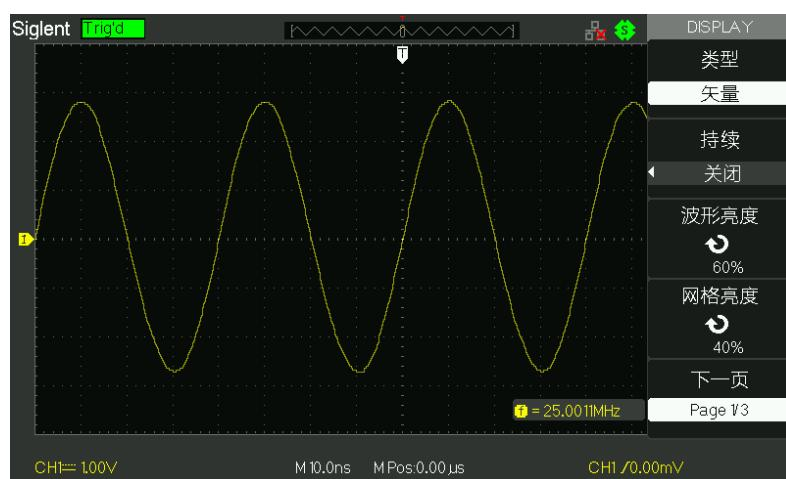

图 2-39 显示系统功能菜单 1
2. 按【持续】选项按钮，选择【关闭】、【1秒】、【2秒】、【5秒】或【无限】。利用此选项可以的观察一些特殊波形。如图 2-39 所示